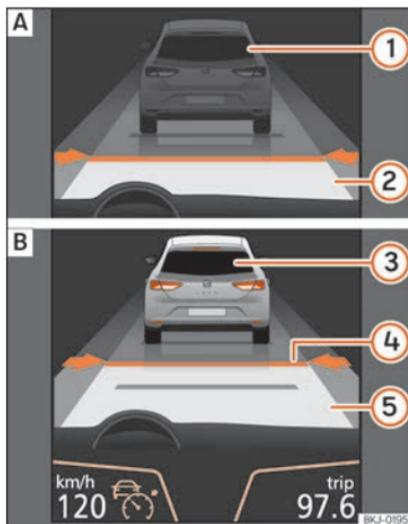
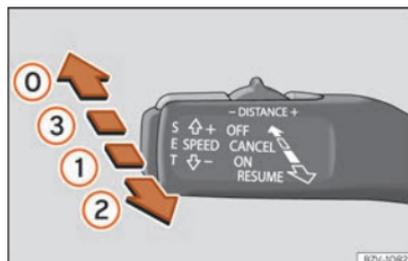

Fig. 262 No ecrã do painel de instrumentos: [A] ACC inativo (Standby). [B] ACC ativo.
Fig. 264 À esquerda da coluna da direção: terceiro manípulo para utilizar o controlo adaptativo de velocidade.
Indicação do estado no ecrã » » » **Fig. 262:**
instrumentos a luz de controlo verde (🟢) e no ecrã exibe-se a velocidade programada e o estado do ACC »» Fig. 262.
para a posição ② »» Fig. 264 ou pressione o botão SET respetivamente.
A velocidade programada pode ser alterada com o veículo parado ou durante a condução, conforme desejar. Qualquer modificação da velocidade programada é visualizada na parte inferior esquerda do ecrã do painel de instrumentos »» Fig. 262.
- Para ativar o ACC, com o terceiro manípulo colocado na posição ① deve pressionar-se o botão SET ou deve deslocar-se o terceiro manípulo do ACC para a posição ② »» Fig. 264. Nesse momento, a imagem do ACC no ecrã do painel de instrumentos passará para o modo Ativo »» Fig. 262.
Para desligar o ACC desloque o manípulo para a posição ① »» Fig. 264 (encaixado). Nesse momento, aparece o texto ACC desativado e a função fica completamente desativada.
Se não quiser desligar o ACC, mas sim passá-lo temporariamente para o modo inativo (Standby), desloque o terceiro manípulo para a posição ③ »» Fig. 264 ou carregue no pedal do travão.